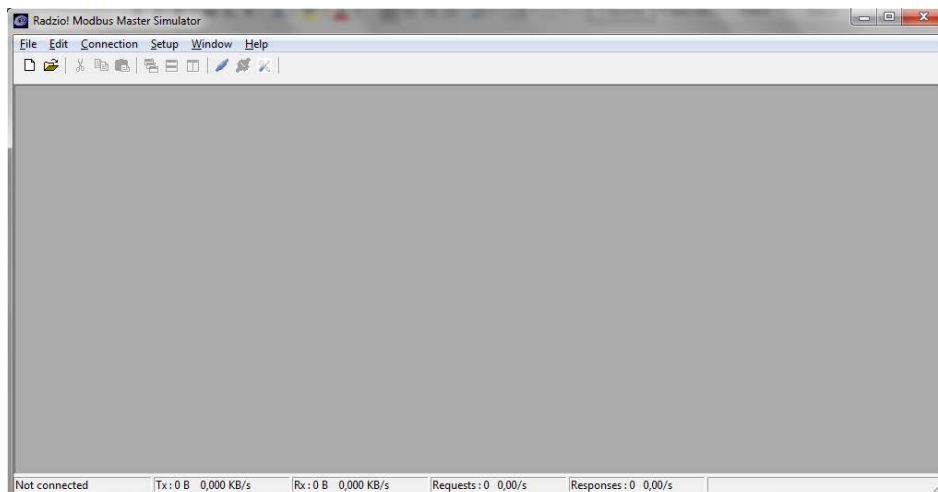

Fig. 4 : page d'accueil Radzio!
4. Ouvrir le fichier **Radzio!** téléchargé, fig. 4